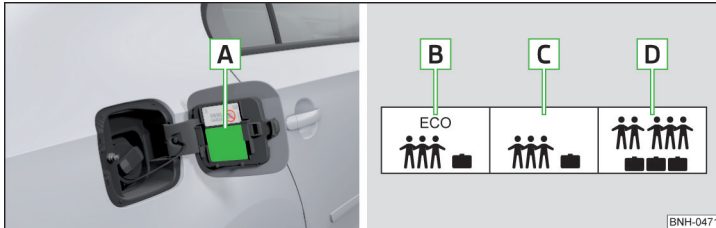

Abb. 125 Aufkleber mit einer Tabelle der Reifengrößen und -fülldruckwerte / Reifen aufpumpen
Der Reifenfülldruck ist stets der Beladung anzupassen. Die vorgeschriebenen Fülldruckwerte stehen auf dem Aufkleber **A** » Abb. 125.
**Aufkleber mit vorgeschriebenen Reifenfülldruckwerten » Abb. 125**